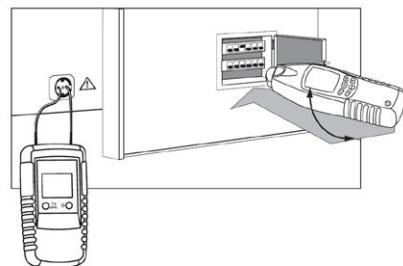

Рис. 16
b. Подключите передатчик к электрической сети как показано на рис. 16.